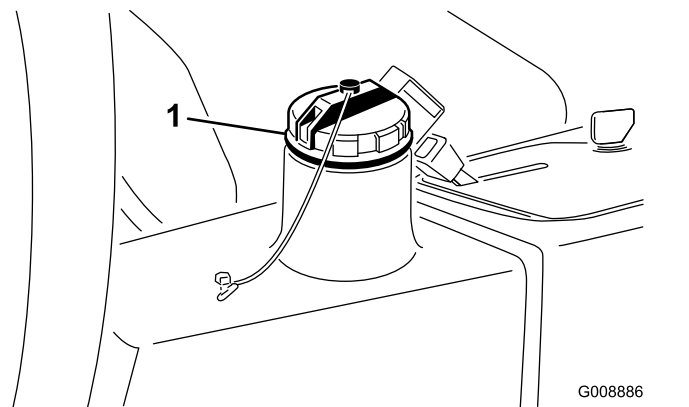

图 78
4. 向液压油箱图 78注入约 13.2L 液压油请参阅 检查液压系统 \(页码 18\)。